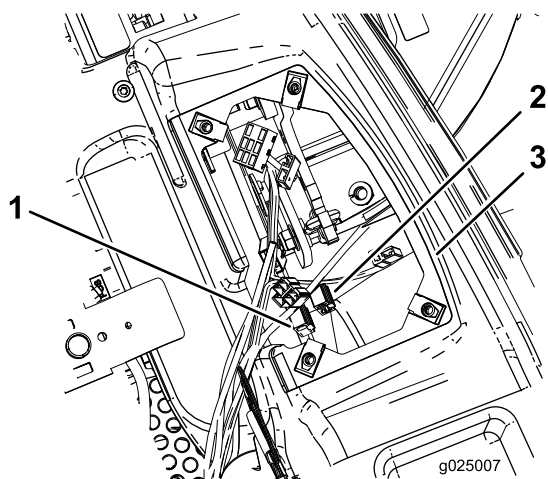

Figura 15
6. En modelos de 2014 y posteriores, instale el fusible de 15A en el circuito abierto para accesorios (Figura 15).